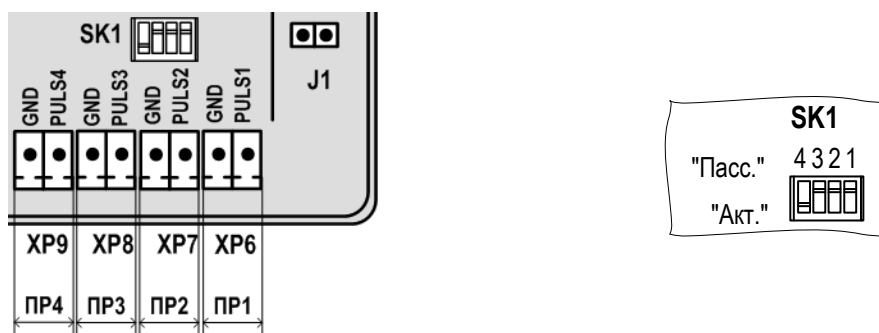

Рис.13. Маркировка коммутационных элементов подключения ПР1-ПР4.
6.5.1.1. Входы каналов расхода 1..4 предназначены для подключения датчиков расхода с выходным частотным либо импульсным сигналом. Маркировка коммутационных элементов для подключения ПР1-ПР4 показана на рис.13.